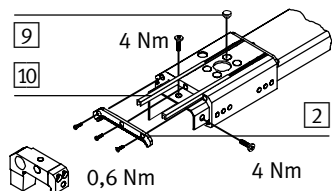

Bild 9
- Montera borstavstrykaren **2** (åtdragningsmoment se Bild 9).